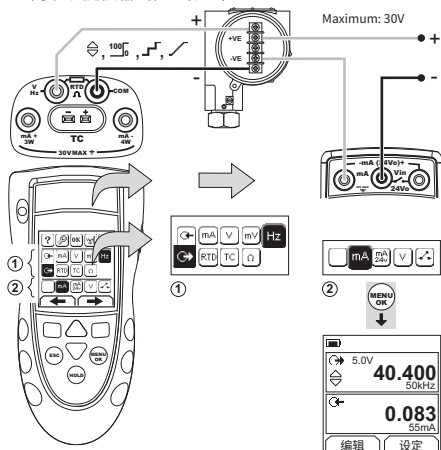
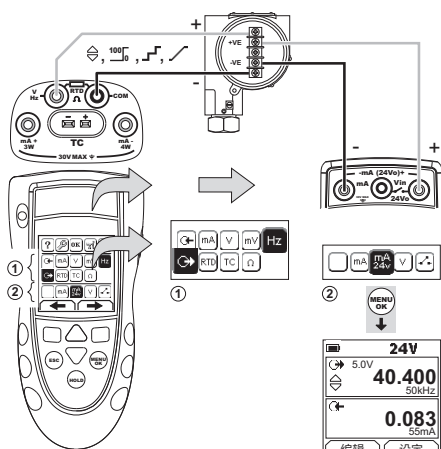

图 10：示例配置 - 使用外部回路电源的传送器校准
图 11：示例配置 - 使用内部回路电源的传送器校准
1. 连接设备（图 10 与图 11），如果有必要，调整设置（表 1）。